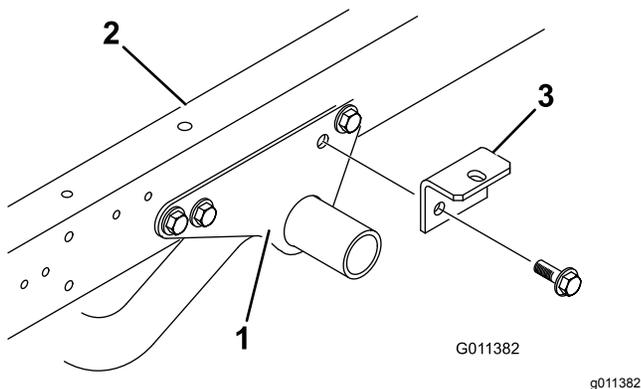

Рисунок 5
1. Удалите 2 болта с фланцем и фланцевые контргайки, которые крепят заднюю часть каждого монтажного кронштейна рамы двигателя к каждой стороне рамы автомобиля (Рисунок 5).
2. Прикрепите, не затягивая, кронштейн навесного оборудования к каждому монтажному кронштейну рамы двигателя и к раме машины при помощи 2 болтов с фланцем и фланцевых контргаек, снятых ранее (Рисунок 5).